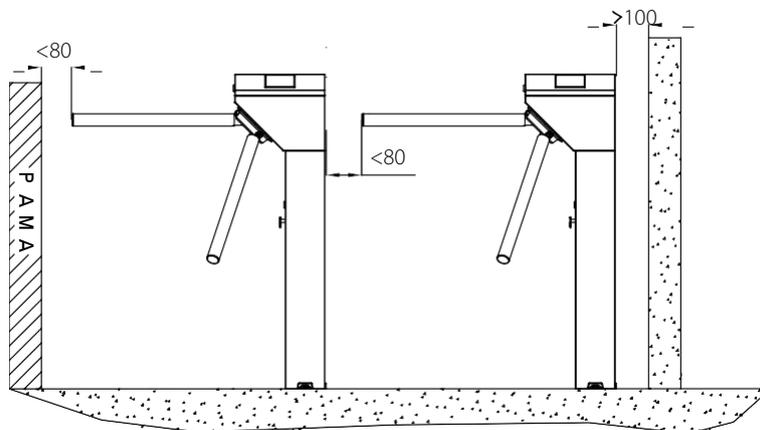

Рис. 3-1
Оборудование должно быть установлено на бетонном основании, убедитесь в качественном крепеже болтами. Мы советуем Вам установить вспомогательную раму для образования полноценной проходной линии, как показано на рис. 3-1.
2. Расстояние от преграды до края рукоятки не должно превышать 80 мм.(см рис. 3-1).